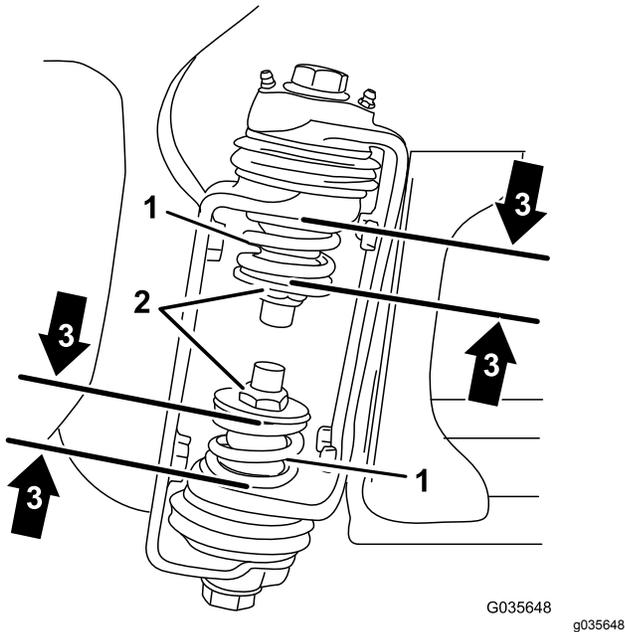

Bild 4
3. Messen Sie am Scharnier des Auslegers die Komprimierung der oberen und unteren Federn, wenn die Ausleger ausgefahren sind (**Bild 4**).